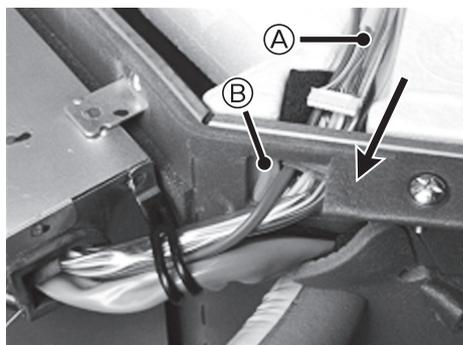

Fig. 4-2
- (1) Retire o cabo de junção sem fios que é fornecido com os acessórios.
- (2) Passe o conector da placa de controlo interior (branco) do cabo de junção sem fios pelo CASQUILHO (BUSH) da unidade principal na direcção indicada pela seta. (Fig. 4-2)